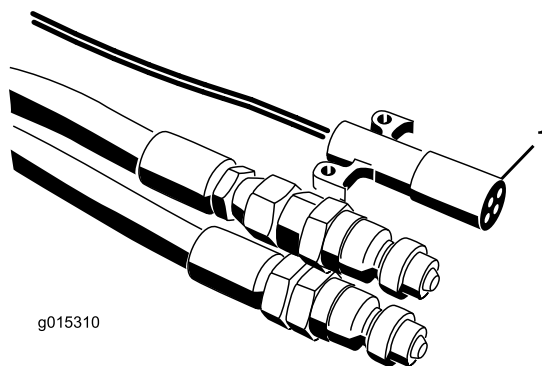
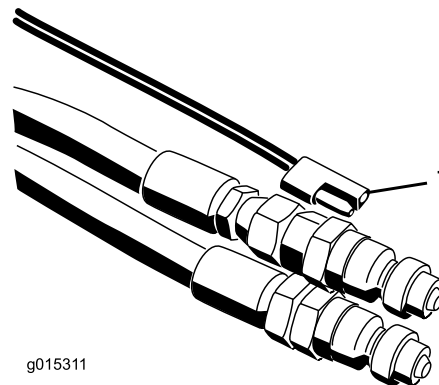

Рисунок 21
Рисунок 22
7. Подключите жгут проводов питания к буксирному автомобилю (**Рисунок 21** и **Рисунок 22**). На моделях SH поместите подвесной двухпозиционный выключатель в пределах досягаемости с сиденья водителя. Убедитесь, что выключатель находится в положении «Выкл.».